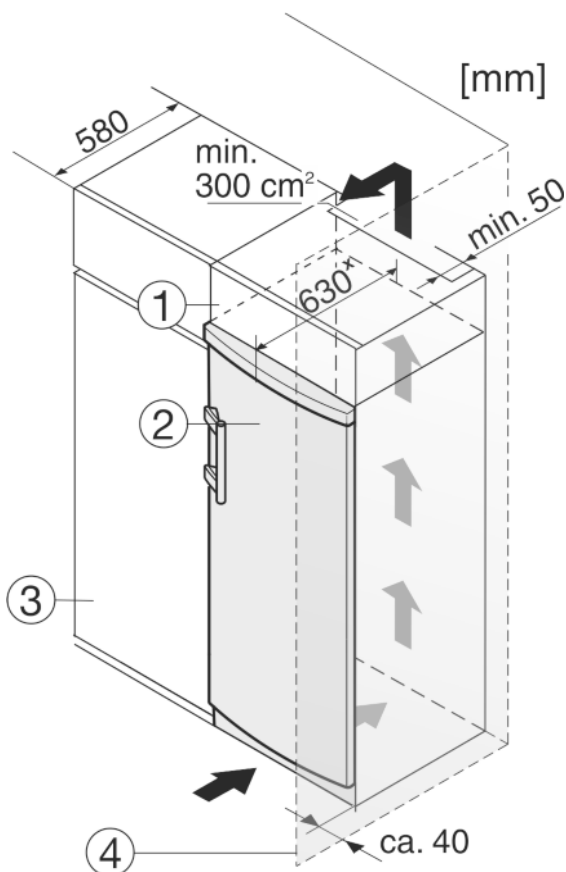

Fig. 10
Okoli naprave lahko vgradite kuhinjske omare. Za poravnavo naprave Fig. 10 (2) s kuhinjskimi elementi lahko nad napravo postavite ustrezno nadgradno omarico Fig. 10 (1).
Pri vgradnji aparata v standardne kuhinjske omarice (globina največ 580 mm) lahko aparat postavite tik ob kuhinjsko omarico Fig. 10 (3). Aparat je ob strani postavljen 34 mm * in na sredini 50 mm * od čelne stranice kuhinjske omarice.
Če aparat s tečaji postavite poleg stene Fig. 10 (4), mora razdalja med aparatom in steno znašati najmanj 40 mm. To ustreza velikosti ročaja pri odprtih vratih.